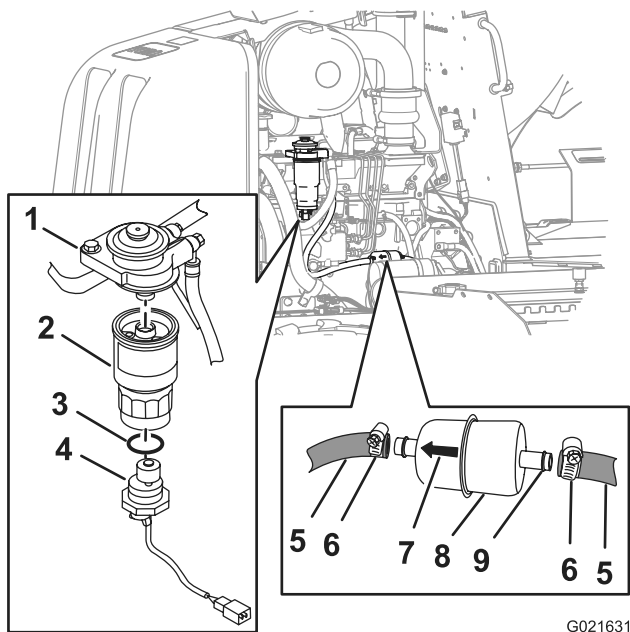

Figure 53
- C. Saisissez fermement l'élément filtrant secondaire, tournez le capteur d'eau dans le sens antihoraire et déposez-le (Figure 53).
D. Saisissez fermement l'élément secondaire du filtre à carburant, tournez-le dans le sens antihoraire et déposez-le de l'adaptateur (Figure 53).
- B. Alignez l'élément secondaire neuf sur l'adaptateur du filtre (Figure 53).
- D. Glissez le joint torique neuf sur le capteur d'eau (Figure 53).
- E. Alignez le capteur d'eau au bas de l'élément secondaire (Figure 53).
- F. Saisissez fermement l'élément secondaire et tournez le capteur d'eau à la main dans le sens horaire jusqu'à ce qu'il soit serré (Figure 53).
3. Desserrez les colliers et détachez le préfiltre des flexibles de carburant (Figure 53).
4. Alignez le préfiltre neuf sur les flexibles en dirigeant la flèche imprimée sur le filtre vers l'avant (Figure 53).
5. Branchez les flexibles au raccord du préfiltre et serrez les colliers (Figure 53).